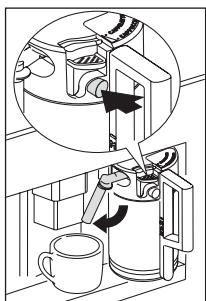

Fig. 33
- Poziționați duza pentru lapte Fig. 33 și apoi puneți o ceașcă suficient de mare sub duzele de cafea și de lapte.
- Puneți un recipient sub duza de lapte (Fig. 33).
- Apăsați butonul CURĂȚARE de pe capac (C3) (see page 87) și țineți-l apăsat cel puțin 5 secunde, pentru a porni funcția de curățare.(Fig. 33).